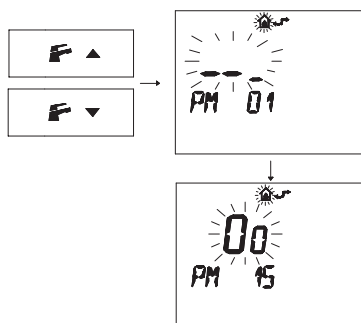

Figura 5.28
- Premere i pulsanti  o  per visualizzare la programmazione "PM15" abilitazione della sonda esterna (Figura 5.28).